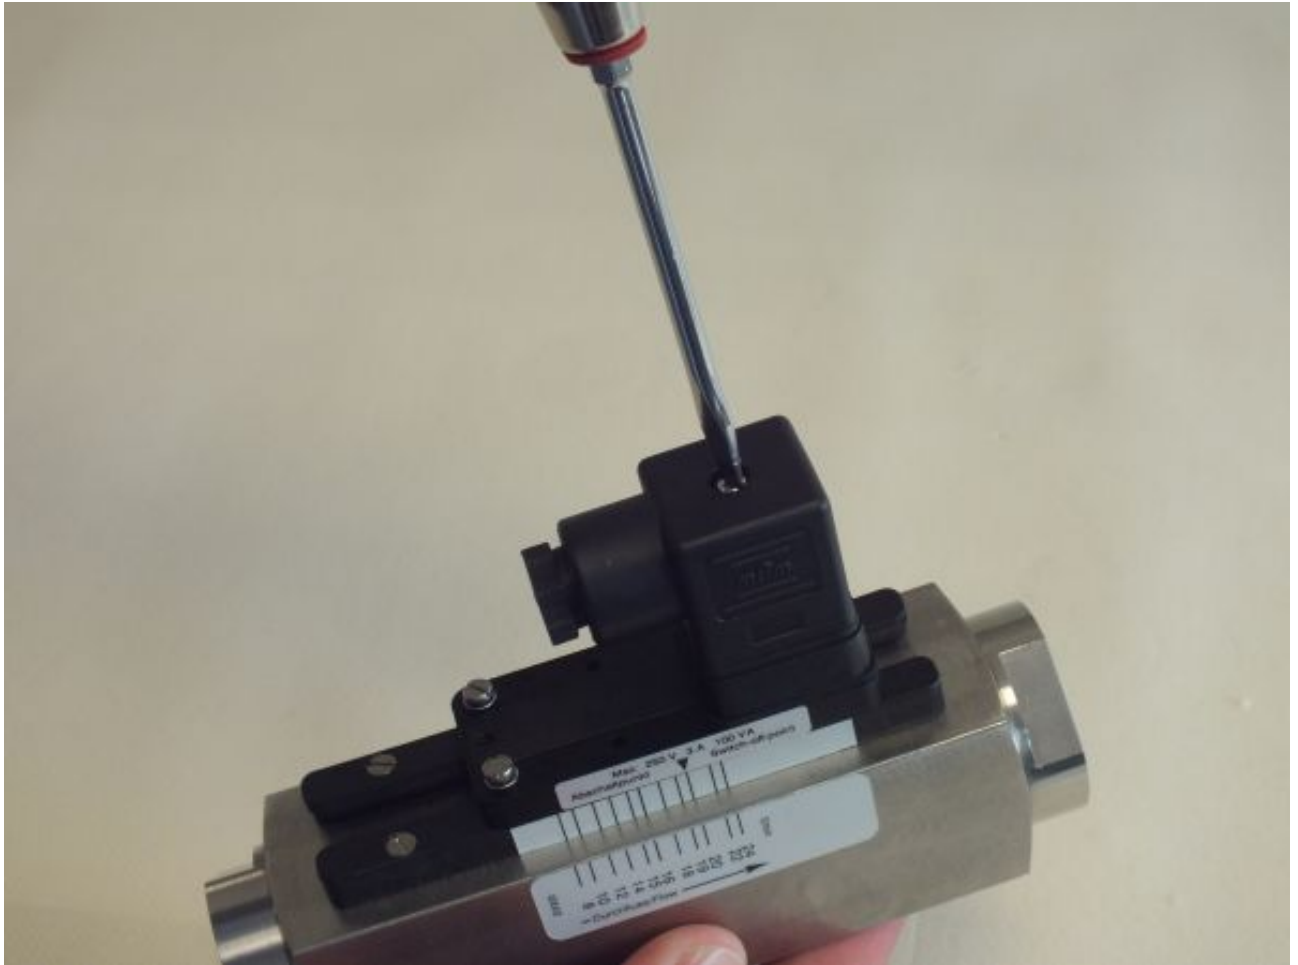

Abb. 78: Steckerdose lösen
1. ➤ Mit einem Schlitzschraubendreher die Befestigungsschraube (Abb. 78) der Steckerdose lösen